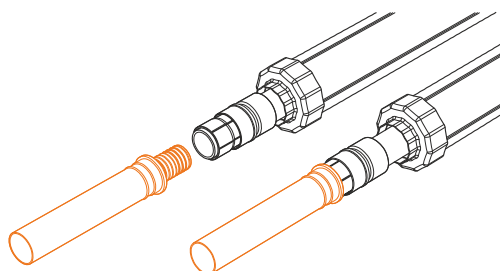

Рис. 4.5.5
- Вставить втулку пресс-фитинга с приваренным металлическим патрубком внутрь напорной трубы до упора (рис. 4.5.5).